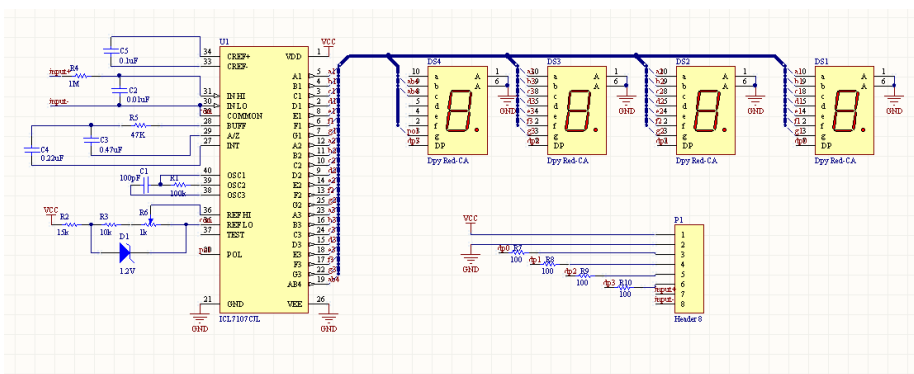

图 2.156 连接导线后的原理图
(33) 单击快捷工具栏中的布置导线工具按钮, 按照图 2.156 所示, 将各元件用导线连接起来。